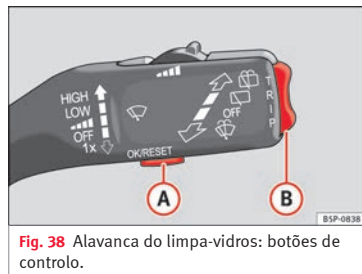

Fig. 38 Alavanca do limpavidros: botões de controlo.
- Seleccione a opção **Estado do veículo** no menu principal: «Menu principal» e pressione o botão **OK** do manípulo do limpa-vidros **A** » **Fig. 38. Ou**